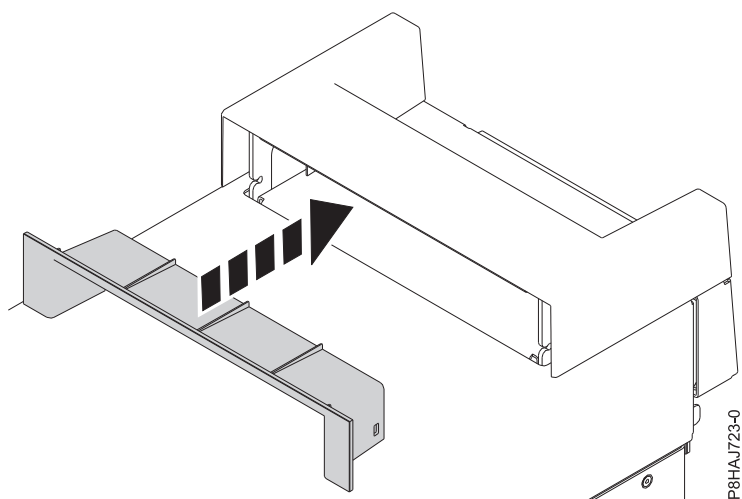

図 20. 8286-41A スタンドアロン・システムのハンドル・カバー内の断片の差し込み
2. ハンドル・カバーの断片をしっかりとハンドル・カバーに押し込んで、断片をハンドル・カバー内に差し込みます (42 ページの図 20 を参照)。